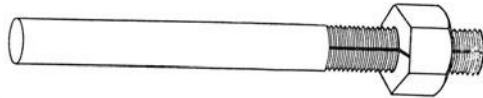

Fig. 15.
g) Klemme den Bleistift wagerecht fest, drehe die Walze und verschiebe sie gleichzeitig so in der Richtung ihrer Achse, daß die Bleispitze stets auf der Schraubelinie bleibt. *Schraubenbewegung*. Um wieviel Zentimeter müssen wir bei jeder vollen Umdrehung die Walze in ihrer Achsenrichtung verschieben? Um wieviel Zentimeter bei einer halben Umdrehung? Kann man durch Zählen der Umdrehungen sofort bestimmen, um wieviel Zentimeter sich die Walze in ihrer Achsenrichtung verschoben hat? *Schraube und Mutter* (Fig. 15). *Gewinde. Ganghöhe*.